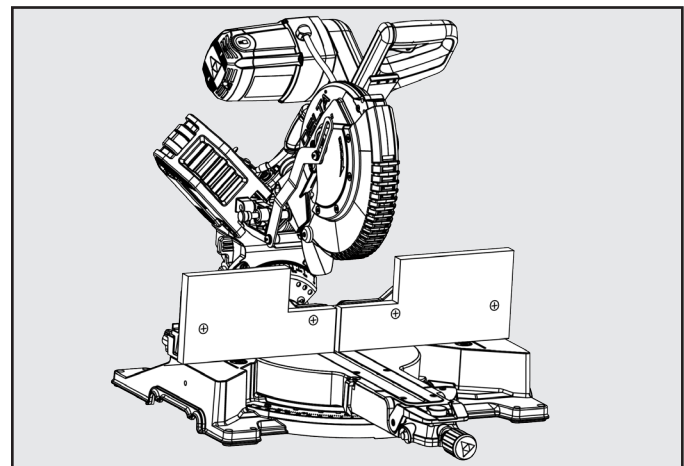

Figure 24
2. Placez le bois du guide auxiliaire contre le guide de la scie à onglets. Voir figure 24. La hauteur maximale du bois ne doit pas dépasser 5,5 po. Assurez-vous que le guide auxiliaire ne touche pas à la tête de la scie lorsqu'elle est en sa position la PLUS BASSE ainsi que lorsqu'elle est en sa position la PLUS RETIRÉE.